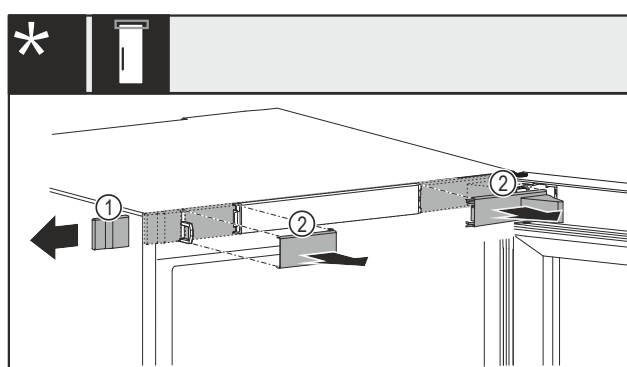

Fig. 14 带机械或电气锁*
- ▶ 将盖板 Fig. 14 (1) 小心地从侧面移除。*
- ▶ 将盖板 Fig. 14 (2) 小心地向前移除。*